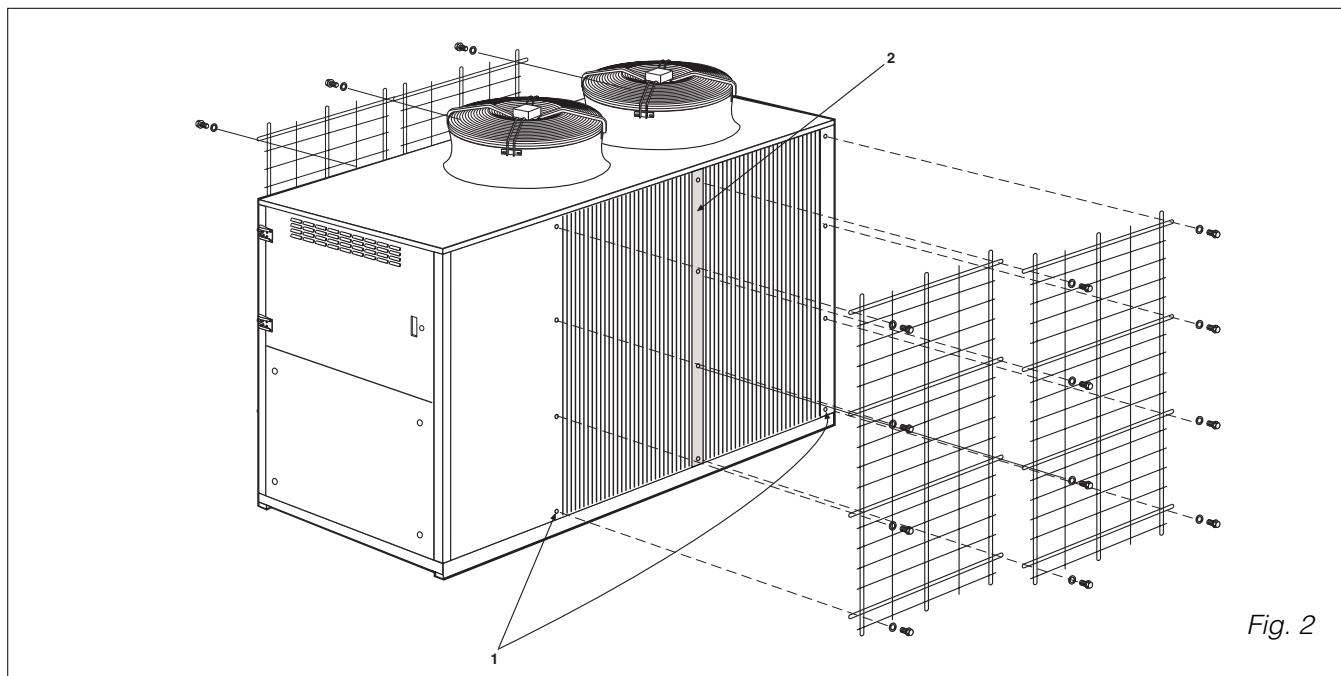

Fig. 2
- Svitare le 8 viti per lato (4 sulla fiancata anteriore e 4 sulla fiancata posteriore, 1 fig 2) presenti sulla fiancata della macchina.
- Unfasten the 8 screws on each side (4 at the front and 4 at the back, 1 fig 2) on the sides of the machine.
- Dévisser les 8 vis par côté (4 sur le montant antérieur et 4 sur le montant postérieur, 1 fig 2) se trouvant sur le montant de la machine.
- Die 8 Schrauben auf der Seitenwand der Maschine (4 auf der vorderen und 4 auf der hinteren Seitenwand, 1 Abb. 2) abnehmen.
- aflojar los 8 tornillos por lado (4 en el lado anterior y 4 en el lado posterior, 1 fig 2) presentes en el lateral de la máquina.